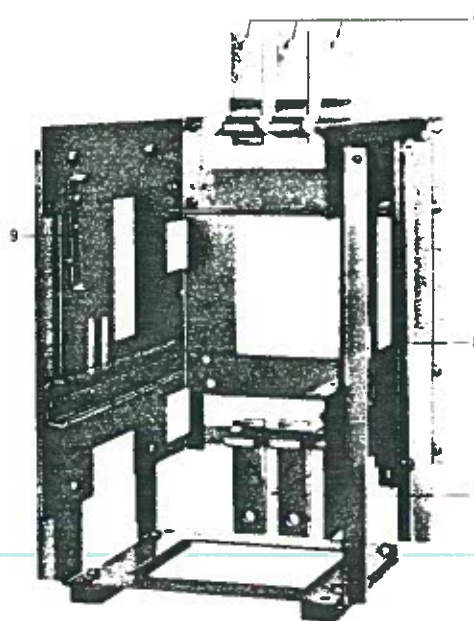

Fig. 6
Zur Aufnahme der Einschub-Leistungsschalter können Einschubführungen (Fig. 6) als leichtmontierbare Bausätze geliefert werden. Die Einschubführungen umfassen die Trennmesser (6) und (7) für die Hauptstrombahnen mit den Anschlüssen, eine mechanische Ausziehsperre (9), einen 25poligen Steuerleitungsstecker mit einer 1,5 m langen flexiblen Leitung und gegebenenfalls die Einfahrspindel.
The withdrawable circuit-breakers are fitted into guide frames (Fig 6), which are supplied in sets for easy assembly. The frames include the isolating blades (6), (7) for the power circuit, the terminals, a mechanical stop (9) and the 25-pin control-circuit plug complete with a 1.5 m flexible cable and the insertion spindle mechanism, if required.